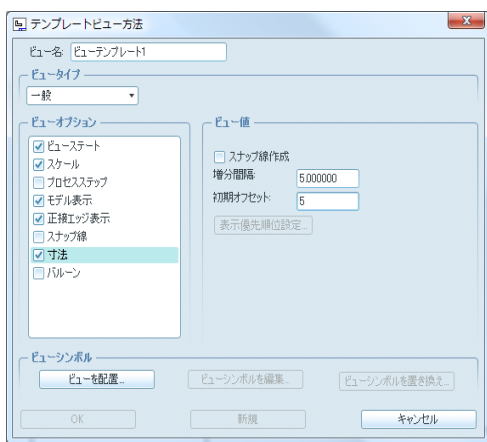

図 10-51 寸法表示
- ・「寸法」⇒増分間隔「5」、初期オフセット「5」(図 10-51)。